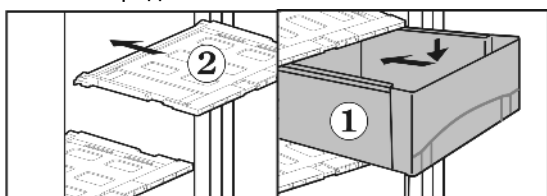

Fig. 6
- ▶ Установите крышки выдвижного ящика *Fig. 6 (2)*: поперечные ребра крышки выдвижного ящика вставьте снизу в задние направляющие, защелкните спереди фиксатор в направляющей.
- ▶ Выдвижные ящики *Fig. 6 (1)* установите на направляющие и вдвиньте полностью до ясно слышимого защелкивания.